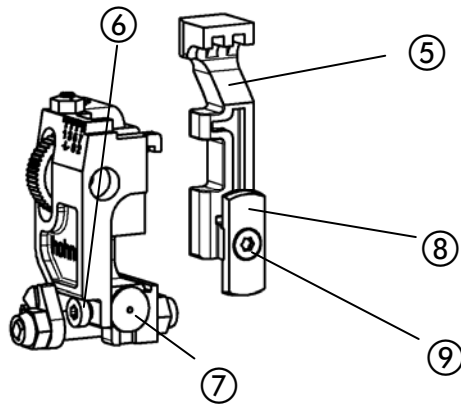

Abb. 34
- Abb. 34-
- Klemmschraube ⑥ lösen und Rundmesser ⑦ herausnehmen.